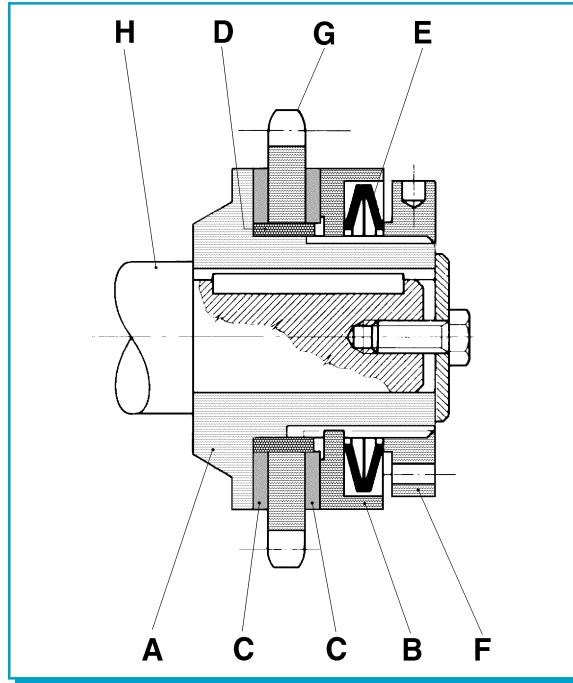

Fig.1
• In Fig. 1 è schematizzato il principio di funzionamento di un limitatore di questa gamma: l'organo di trasmissione (G) (solitamente una corona dentata), trasmette il moto all'albero (H).
• Figure 1 illustrates the operating principle of a limiter from this range: the transmission gear (G) (usually a crown wheel), transmits motion to the shaft (H).
• Sur la Fig. 1 se trouve le schéma du principe de fonctionnement d'un limiteur de cette gamme : l'organe de transmission (G) (généralement une couronne dentée), transmet le mouvement à l'arbre (H).
• In Abbildung 1 wird das Funktionsprinzip eines Begrenzers dieser Serie veranschaulicht: das Antriebsorgan (G) (normalerweise ein Antriebskegelrad) überträgt die Bewegung auf die Welle (H).